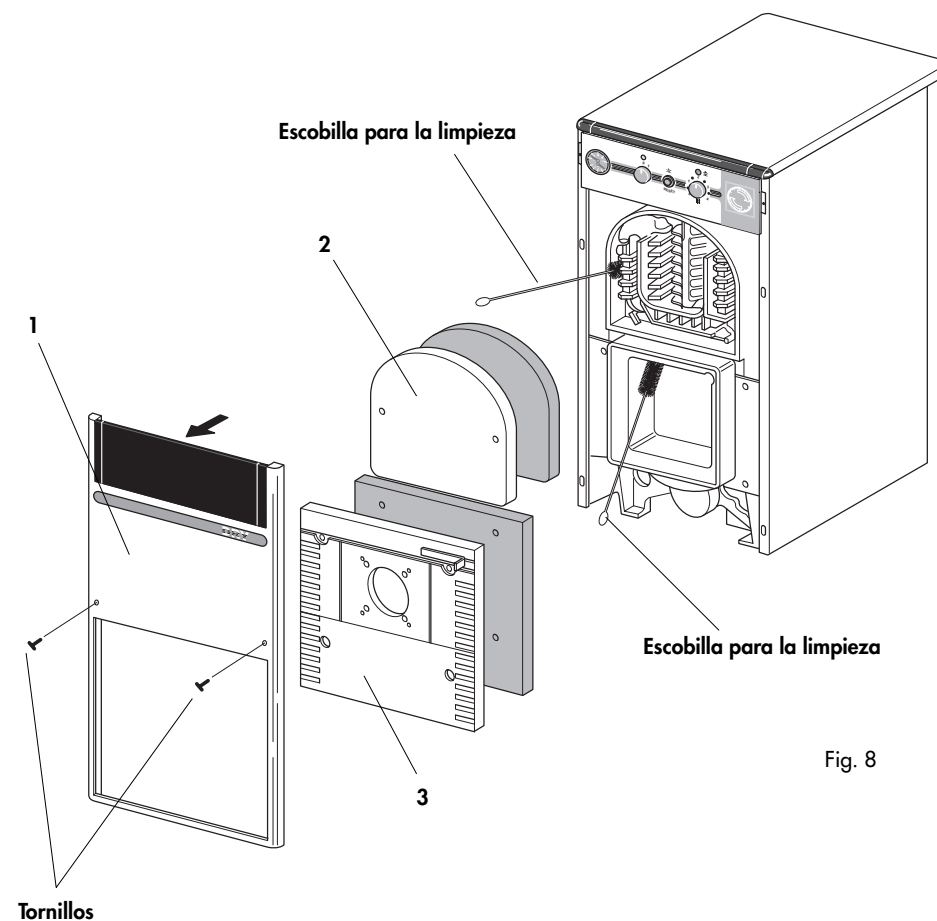

Fig. 8
- Quitar los paneles 1,2 y 3 (Fig.8);